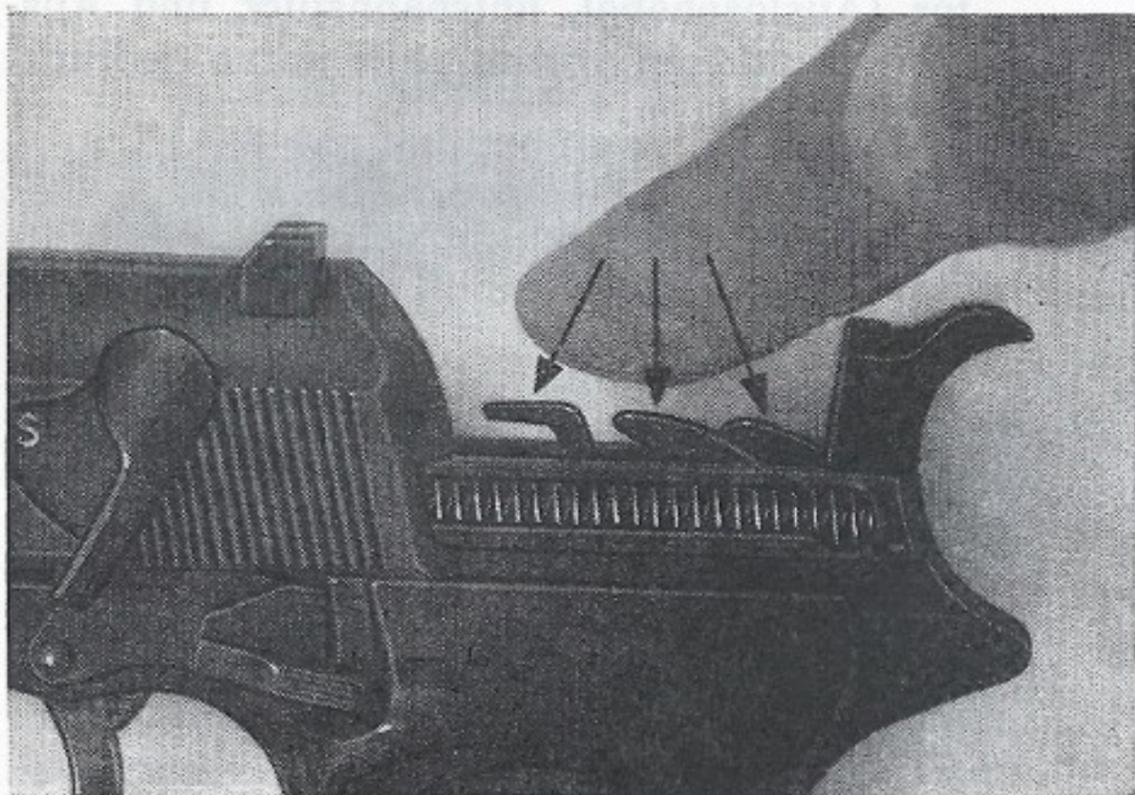

Bild 9
**Beachte:** Alle vorstehenden Teile des Griffes (Auslösehebel, Entspannstück und Auswerfer) müssen vorher nach unten gedrückt werden (Bild 9).